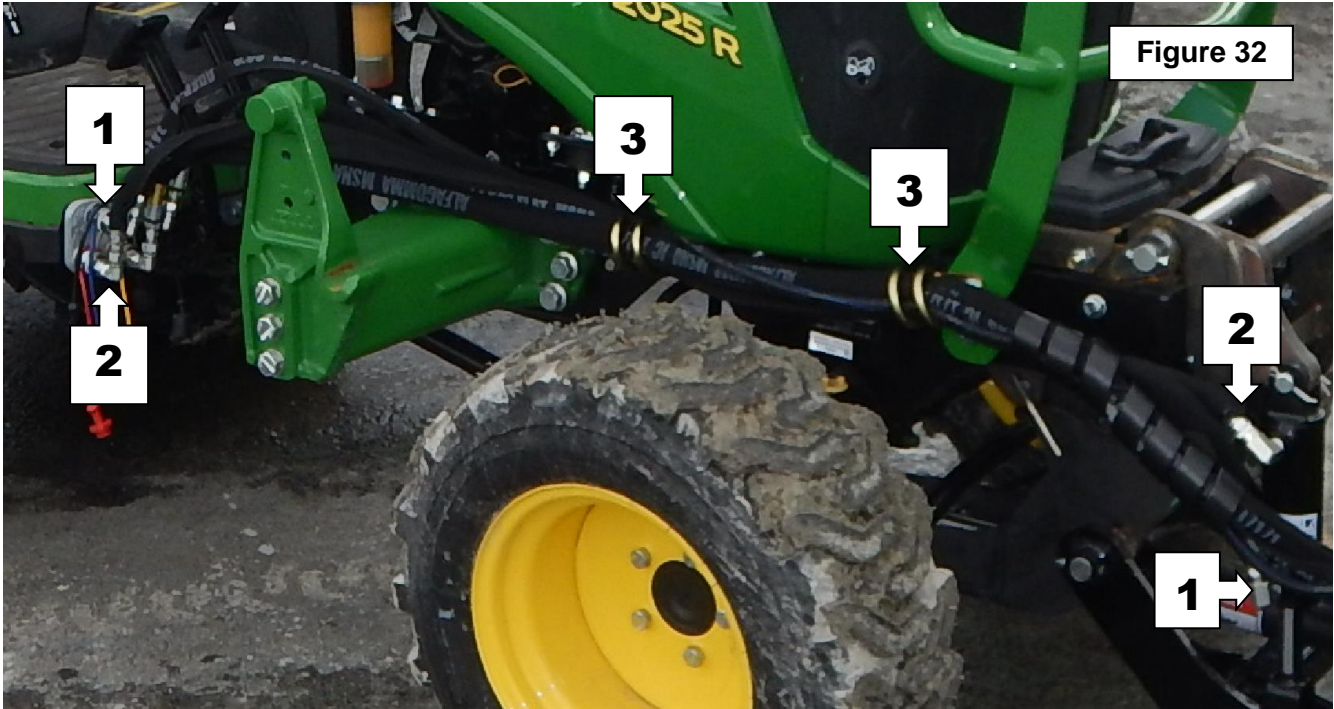

Figure 32
4. **Figure 32 :** Insérer les deux boyaux (items 1-2) dans les 2 supports de boyaux (items 3) et brancher les accouplements hydrauliques selon les indications de la figure 32.